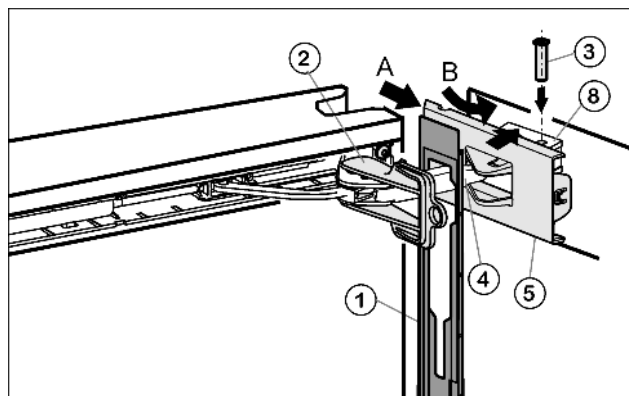

Fig. 16
- ▶ Założyć przesłonę Fig. 16 (1) na pałąku amortyzatora Fig. 16 (4), aby zatraski były skierowane do wewnątrz, a strona przednia – w stronę urządzenia.
- ▶ Nasunąć osłonę Fig. 16 (5) od zewnątrz (A) i odchylić przez płytki łożyska Fig. 16 (8) (B).
- ▶ Założyć osłonę Fig. 16 (5) i docisnąć do pierwszego zatrasku.
- ▶ Dociągnąć pałąk amortyzatora Fig. 16 (4) do płytki łożyska i wetknąć sworzeń Fig. 16 (3) od góry, aby czop kwadratowy osiadł w zagłębieniu.
- ▶ Założyć osłonę Fig. 16 (5) naciskając ją w całości na płytkę zawiasu Fig. 16 (8).
- ▶ Zdjąć zabezpieczenie Fig. 16 (2) przez obracanie.
- ▶ Wsunąć i zazębnić zaślepkę Fig. 16 (1) w drzwiach.